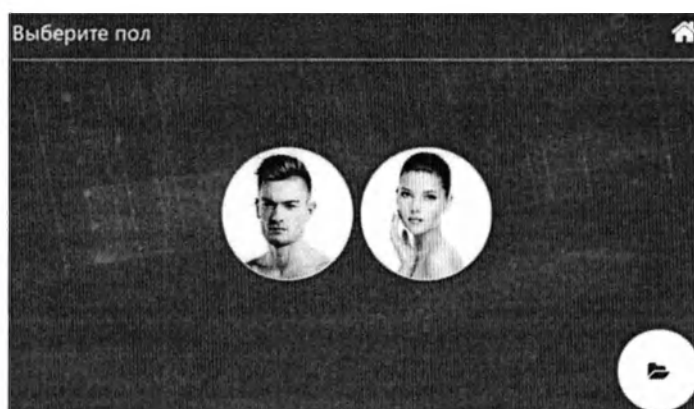

Рис. 3.92 – Выбор пола пациента
3.14.2.1 Для осуществления процедуры необходимо выбрать пол пациента (рис. 3.92) нажав на соответствующее изображение в основном меню экрана.